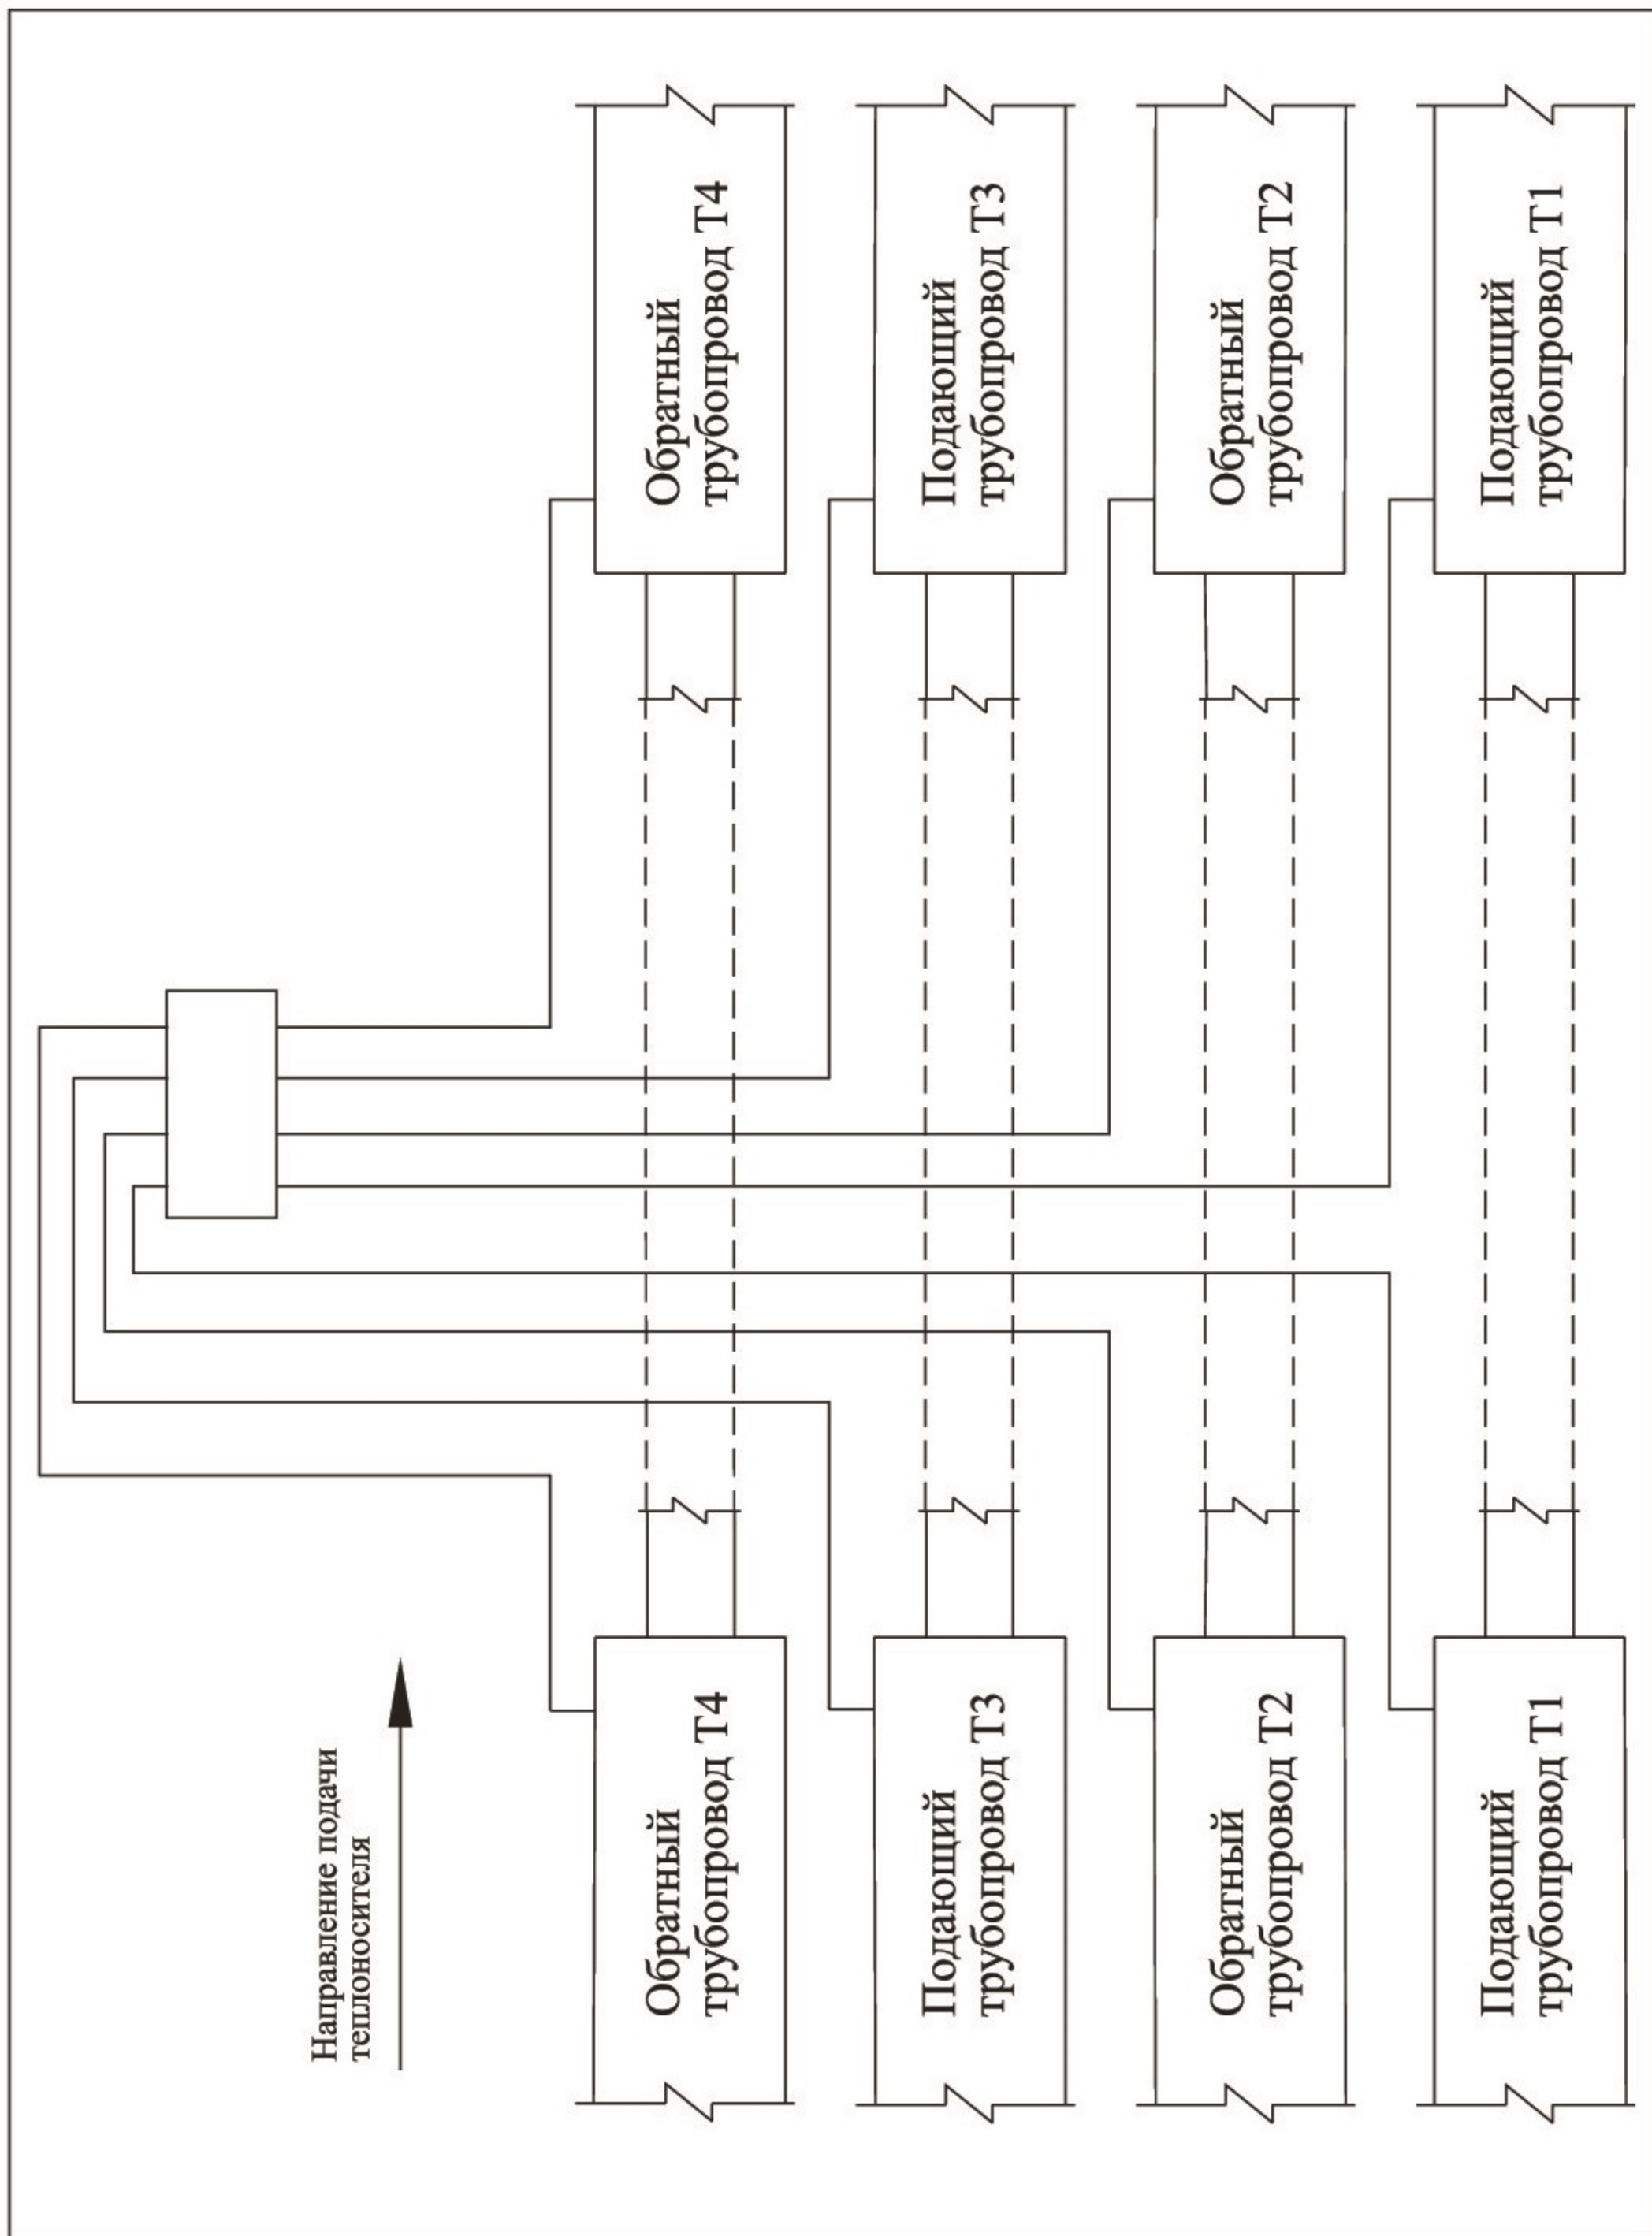

Рис. 4 Объединение двух независимых четырехтрубных систем ОДК
- 2.2. Объединение двух независимых четырехтрубных систем ОДК – Рис. 4, 8.